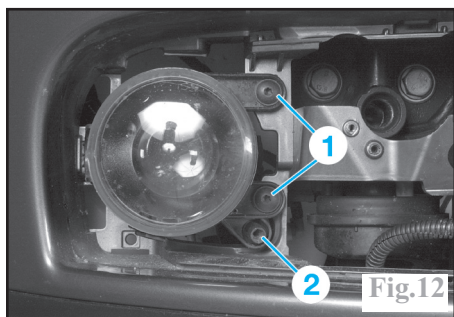

Fig.12
- Les vis de fixation (1) (Fig.12). Débrancher le connecteur de l'antibrouillard.